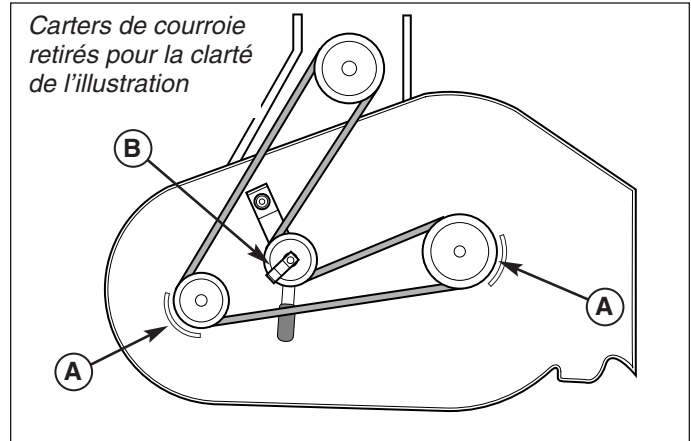

Figure 31. Configuration de la courroie de tondeuse de 97 cm
- Retirer la courroie usée et installer la nouvelle courroie sur les poulies, comme illustré à la figure 31.